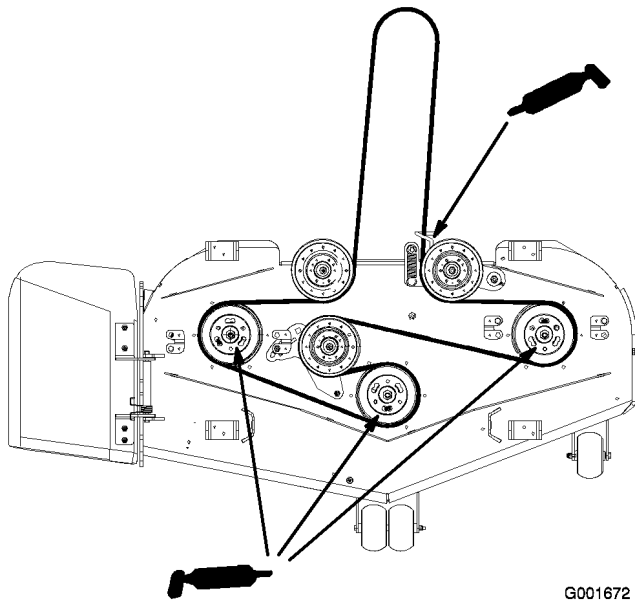

Figura 31
4. Engrase los tres cojinetes de los ejes debajo de las poleas hasta que rezume grasa de las juntas inferiores (Figura 31).
5. Engrase el brazo tensor de la plataforma del cortacésped (Figura 31).
6. Lubrique los puntos de engrase de los brazos de empuje (Figura 31).